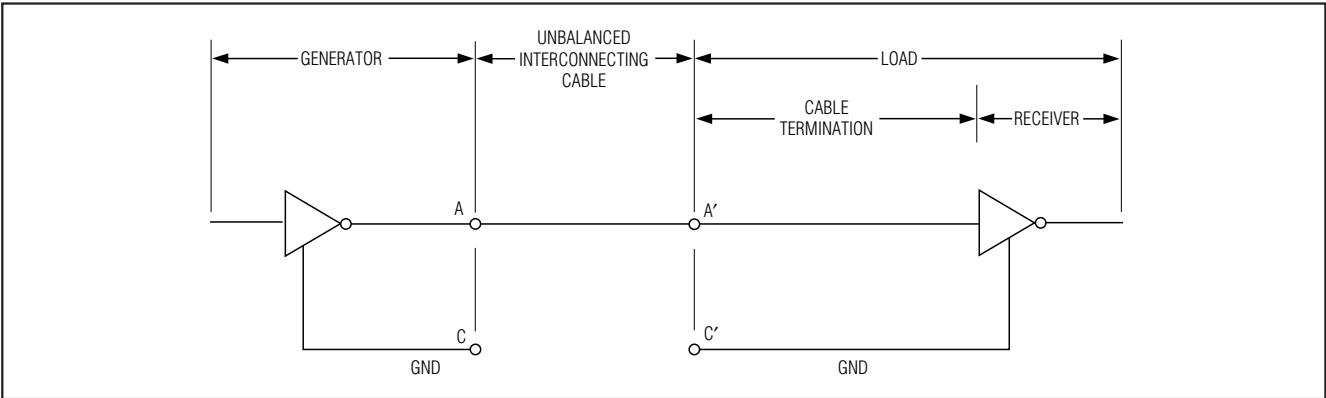

图 17. 典型 V.28 接口
V.28 接口为非平衡单端接口 (图 17)。V.28 发送器在 A' 与 C' 之间的  $3\text{k}\Omega$  负载阻抗上产生最小  $\pm 5\text{V}$  的电压。V.28 接收器为单端输入。为抑制系统噪声，MXL1543B 的 V.28 接收器具有  $0.05\text{V}$  典型滞回。